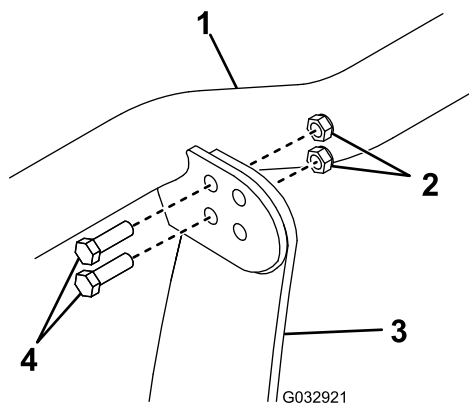

Bild 9
1. Befestigen Sie die Scheinwerferleiste mit vier Schrauben ($\frac{3}{8}$ " x $1\frac{1}{4}$ "") und selbstverriegelnden Muttern ($\frac{3}{8}$ "") durch die hinteren Löcher oben an der Kupplungssäule (Bild 9). Ziehen Sie die Schrauben mit 31 N·m an.